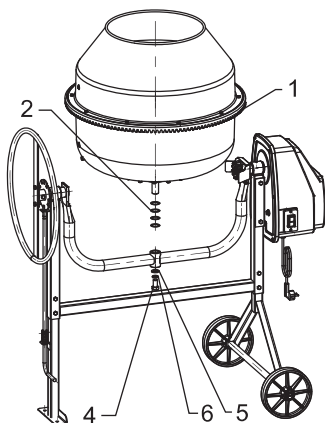

Рис. 12
Показателем для замены зубчатого венца служит износ зубьев зубчатого венца или наличие микротрещин зубчатого венца. При наличии незначительного износа зубчатого венца поз. 1 (рис. 12) зацепление возможно отрегулировать, изъяв регулировочные шайбы поз. 2 и уменьшив образовавшийся зазор в зацеплении. Для этого необходимо:
- Отвернуть гаечным ключом болт поз. 4 (рис. 12), снять плоскую шайбу поз. 5 и пружинную поз. 6.
Установить на ось барабана с замененным венцом набор шайб поз. 2, установить ось барабана в стакан траверсы. Проверить зубчатое зацепление, сделав полный оборот барабана. При больших или меньших показателях необходимо добавить или изъять шайбы поз. 2. При достижении нужного зацепления собрать болт поз. 4 с шайбами поз. 5 и поз. 6 и завернуть болт в сборе с шайбами в отверстие оси. Проверить затяжку болта и вращение (рис. 12 и 13).